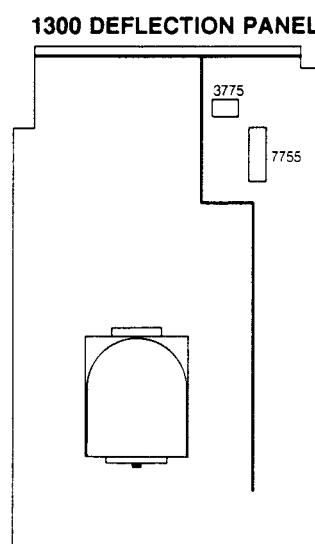

Bild 25
E. EINSTELLUNGEN AN DER ABLENKPRINTPLATTE (siehe Bild 25)**1. Horizontale synchronisierung**